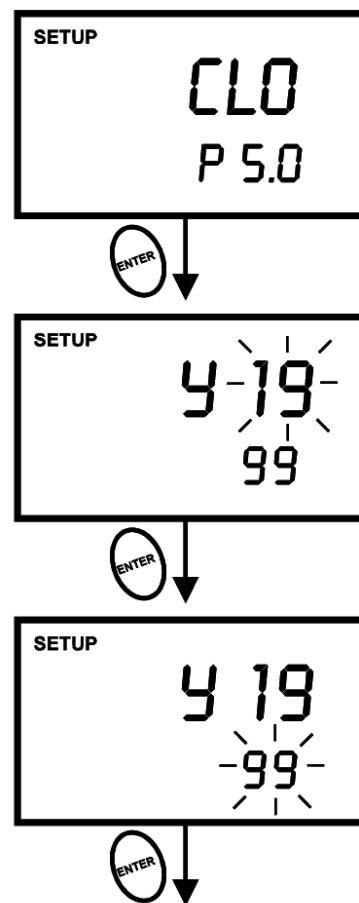

图 34 - P5.0:设置世纪和年份
6. 按 **MI/▲** 或 **MR/▼** 键选择正确的年份。参见图 34。